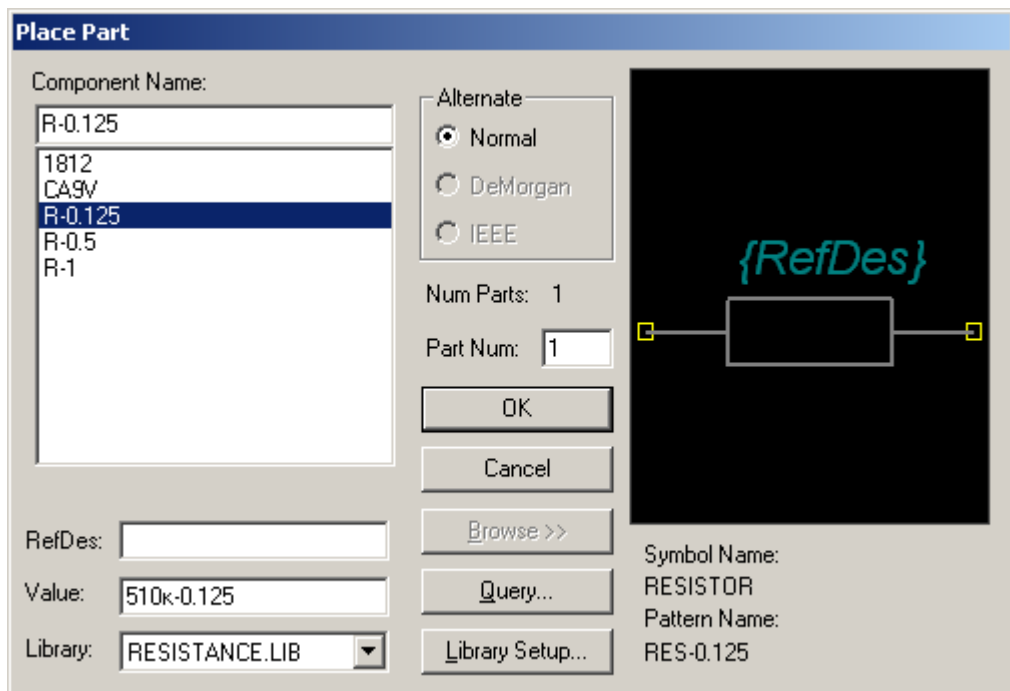

Рис. 16 Выбор из библиотеки резистора с номинальной мощностью 0,125Вт
- 8.8 В библиотеке необходимо выбрать компонент с именем **R-0.125** и в поле **Value** вписать **510к-0.125** (рис. 16).